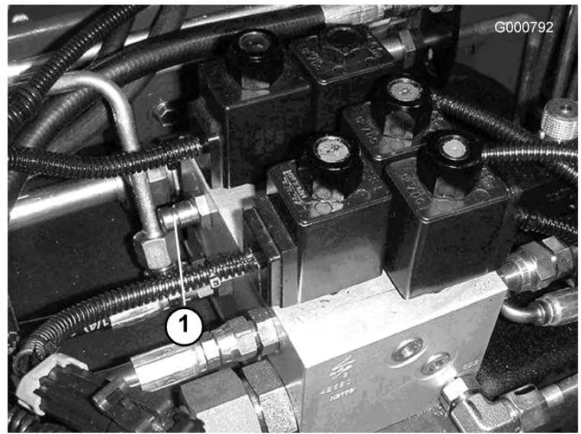
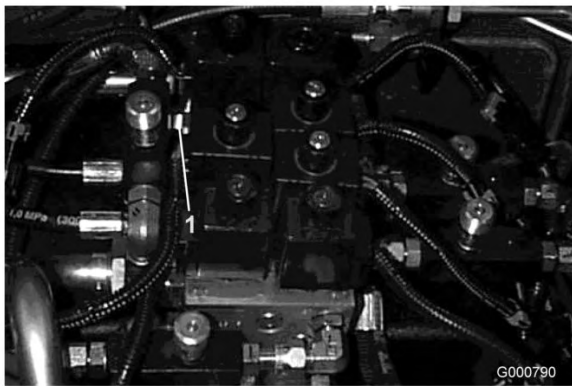

図 67
図 66
1. テストポートA (図 66 と 図 67) は、昇降シリンダの故障探究用です。